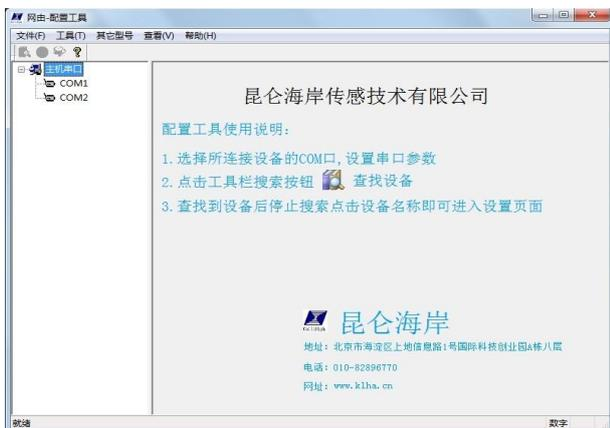

图 6-1
- 2、在电脑上双击网由-配置工具. EXE，打开网由-配置工具，如图 6-1 所示；